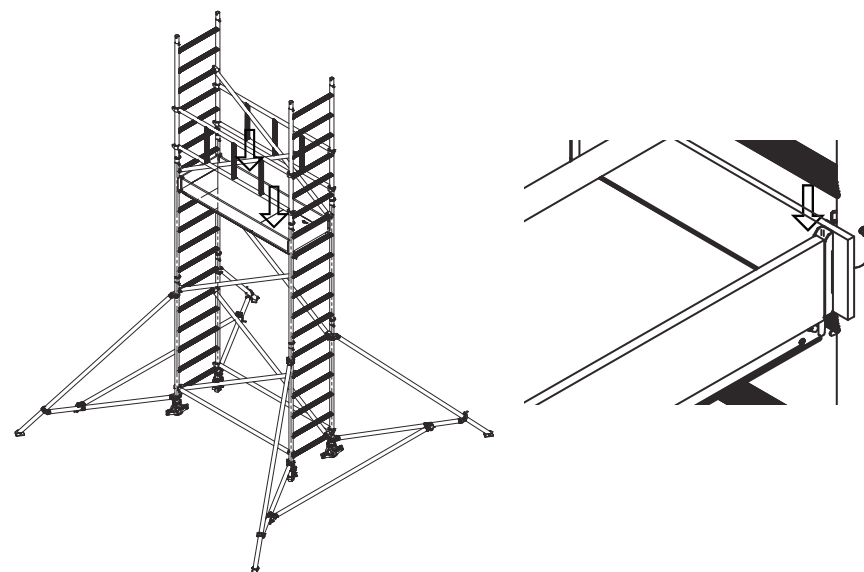

Rys. 44. Montaż stężeń skośnych
12. Zamontować stężenie skośne tak, aby dolne haki były zamontowane na 12 szczelblu, a górne na 16 szczelblu. Następnie zamontować drugie stężenie skośne analogicznie, krzyżując z pierwszym. Należy sprawdzić prawidłowe napięcie zabezpieczeń haków (Rys. 44).